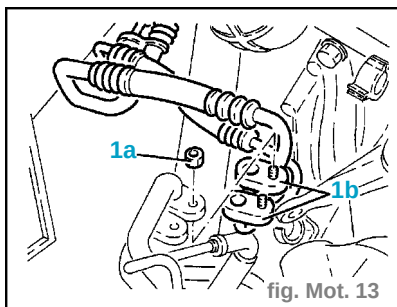

fig. Mot. 13
- Dévisser les écrous (1a) et débrancher la jonction intermédiaire des tubulures du dispositif de climatisation (1b). (fig. Mot. 13)
- Assembler la jonction intermédiaire des tubulures du dispositif de climatisation (1b) et les serrer avec ses vis (1a) au couple prescrit. (fig. Mot. 13)